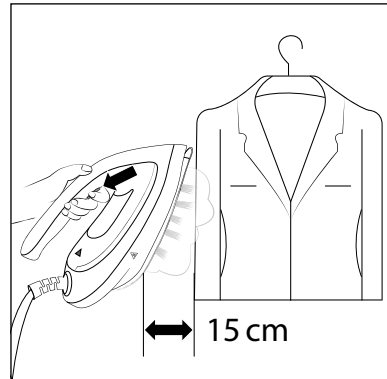

Abb. 6
- 3) Drücken Sie die Dampfstoßaste (☞ 2) (siehe Abb. 6) und bedampfen Sie gleichmäßig die zu glättenden Stellen des Kleidungsstücks.